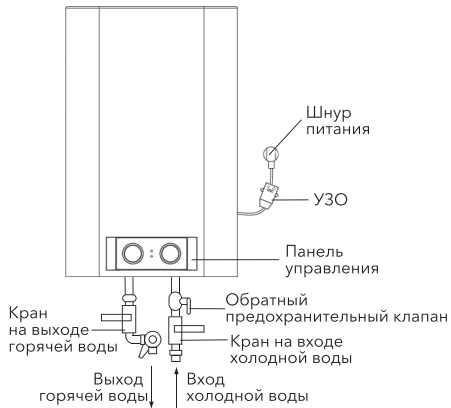

Рис. 12. Formax
3. Предохранительный клапан следует устанавливать в месте входа воды (см. рис. 12 и 13).